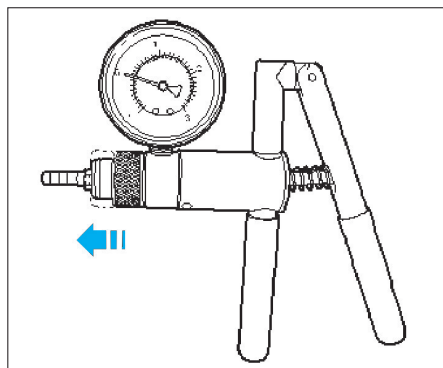

Fig. 61
- Manipuler 5 fois la pompe à vide [1] (flèche) afin que la régulation de dépression de suralimentation dans le turbocompresseur soit mobile (Fig.61).